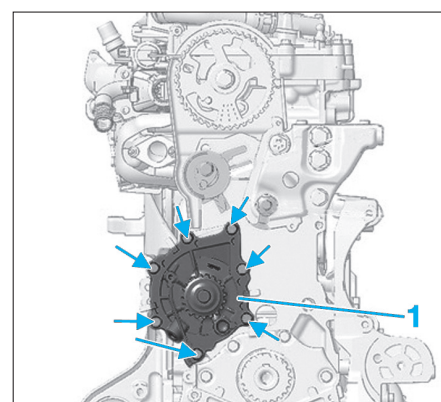

Fig. 20
- Déposer la pompe à eau (1) avec son joint (Fig.20).